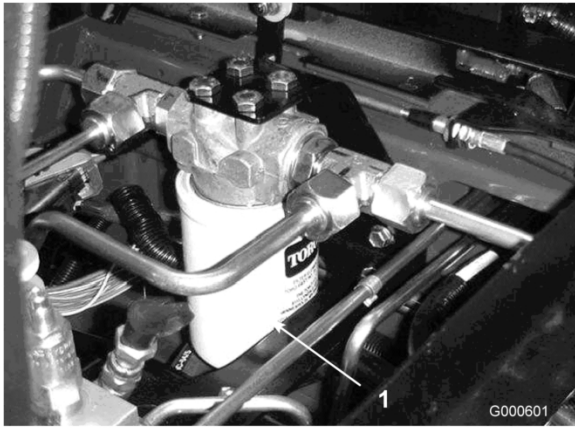
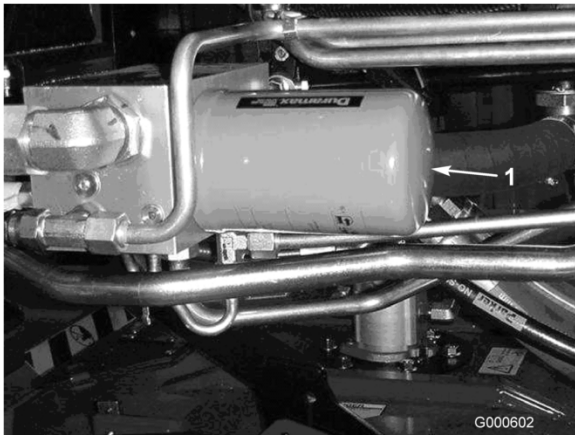

Bild 53
Bild 54
2. Reinigen Sie den Anbaubereich des Filters. Stellen Sie ein Auffanggefäß unter den Filter (Bild 53 und Bild 54) und entfernen diesen.